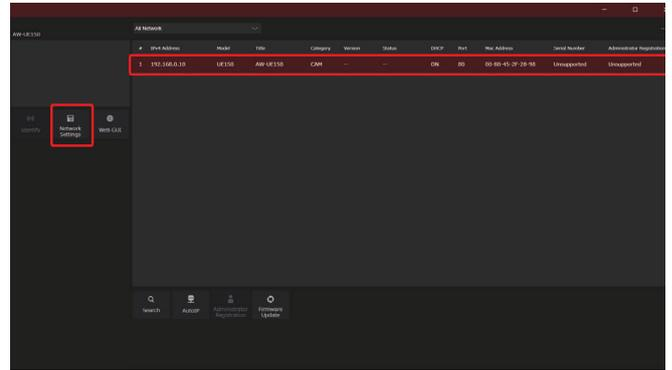

図 2
- 3 設定するカメラを選択し、[Network Settings] ボタンをクリックする。(図 2)